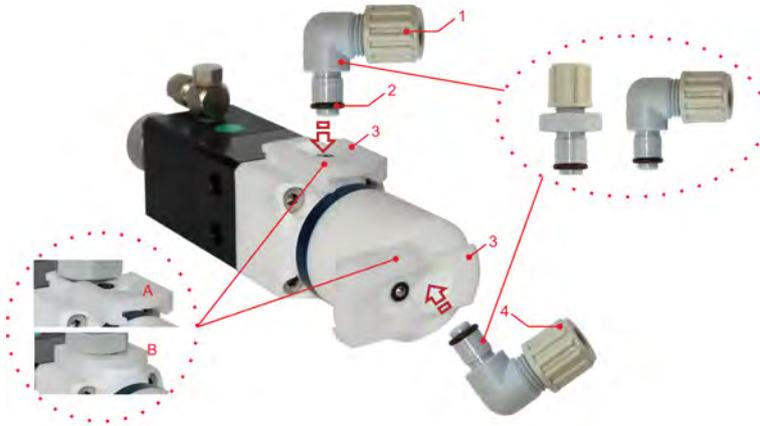

Abb. 2: EP-SV 295241 / EP-FD-SV 295242
2. Steckverschraubung bzw. Winkel-Steckverschraubung (Abb. 2, Pos. 1) aus der Verpackung nehmen.
3. O-Ring (Abb. 2, Pos. 2) auf die Steckverschraubung bzw. Winkel-Steckverschraubung stecken.